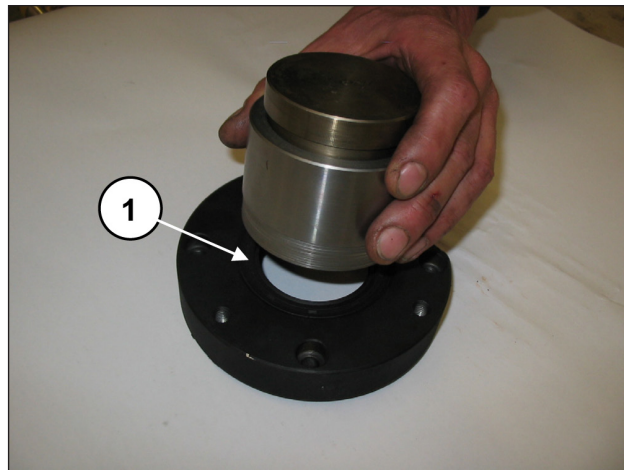

Fig. 64
Introducir la anilla de retención radial dentro de la tapa del cojinete PTO utilizando la herramienta cód. 27548200, (pos. ①, Fig. 64).